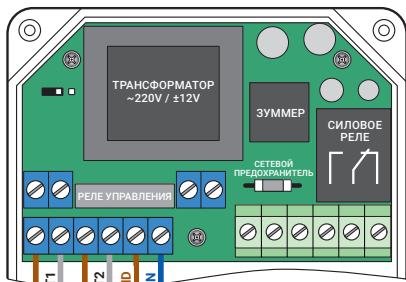

Рис. 5. Схемы подключения кабелей датчиков протечки воды к блоку управления и внешнего переключателя с фиксацией положения
6.2. Рис. 5. Схема подключения кабелей датчиков протечки воды к блоку управления. Клеммы для подключения датчиков: **INP** – любой цвет провода датчика; **GND** – любой цвет провода датчика.
6.3. Рис. 5. Схема подключения к блоку управления переключателя (выключателя) с фиксацией положения. Переключатель служит для ручного дистанционного включения/отключения водоснабжения. При замыкании переключателя шаровой электропривод закрывается,